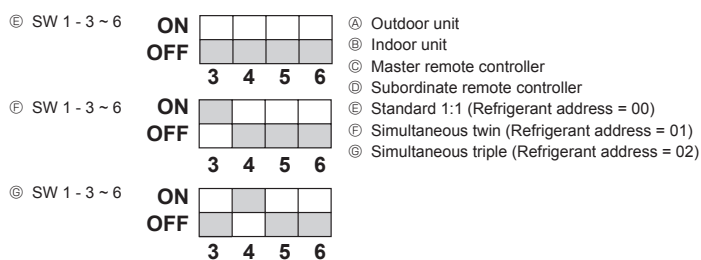

Fig. 9-1
9. System control (Fig. 9-1)
9. Управление системой (Fig. 9-1) 17